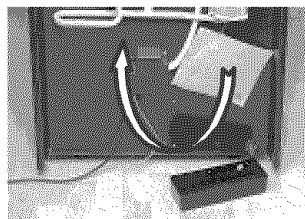

FIG 3a
5. Montez le bac de condensation à l'arrière conformément aux FIG 3a , 3b et 3c. Les vis sont déjà en place à l'arrière.